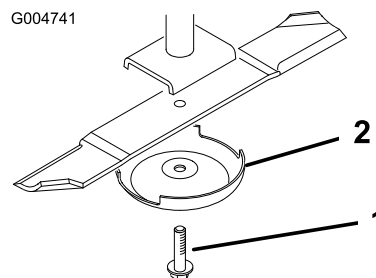

Рисунок 143
3. Снимите болт ножа, защитный колпак и нож с вала шпинделя (Рисунок 143).